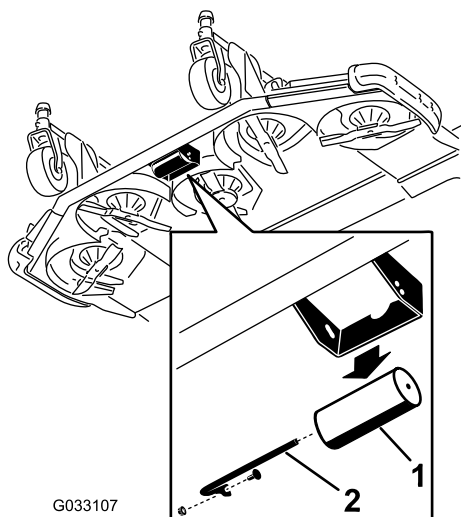

Figure 41
1. Retirez l'axe du galet, la vis et l'écrou qui fixent le galet au support du plateau de coupe (Figure 41).